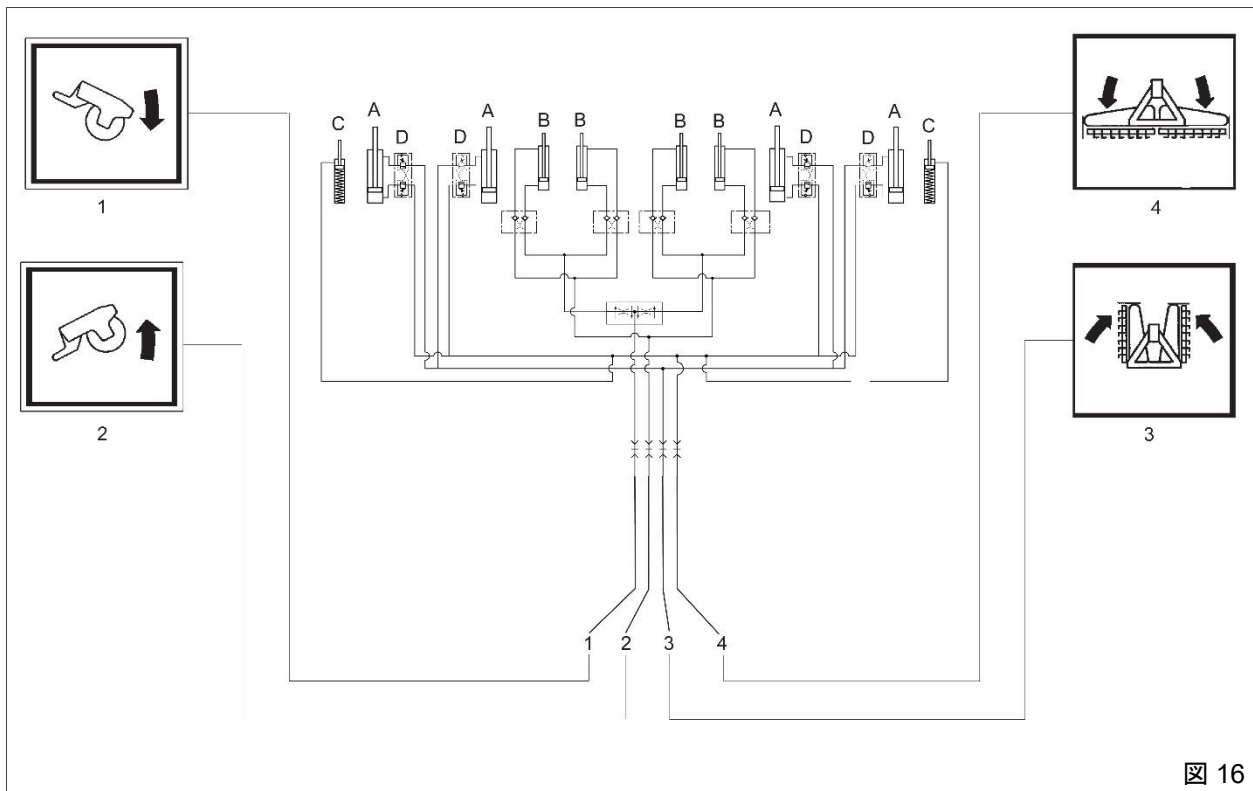

図 16
準備作業を行った後(3点ヒッチのトラクターへの接続、PTO シャフトの接続)、油圧システム(図 16)をトラクターに接続してください。
ロータリーハローの油圧ホースには、図 16 に示されるような識別ステッカーが付いています。
注記: 2つのシリンダ「A」(図 16)には、油圧回路が破損した場合に働くチェック弁が備わっています。
- ユニットを閉じる方向に油圧レバーを操作し、油圧安全フックが完全に接続されるまで(「カチッ!」と鳴るまで)、油圧ホースに圧力を送ってください。(図 16 の 3)
- このユニットを開く油圧レバーを操作して、油圧ホース 4 に圧力を送ってください。(図 16)
油圧ホースには、以下を表す識別ステッカー(図 16)が付いています。